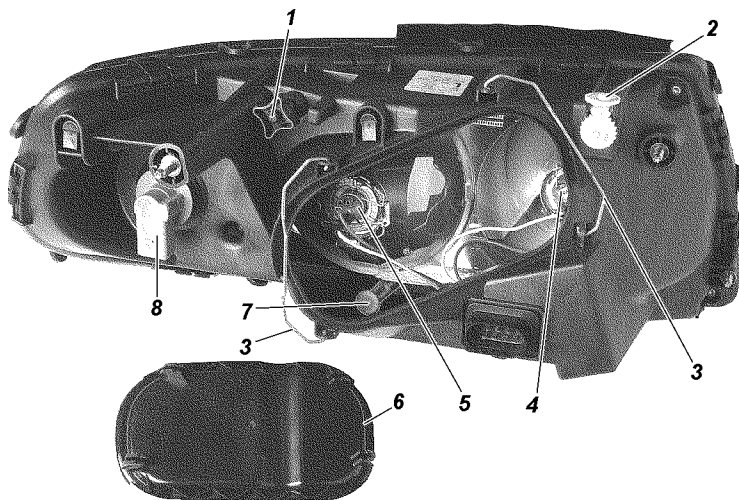

Рис. 9.33. Фара:
3. Включите ближний свет фар и, поочередно закрывая каждую фару, вращением регулировочного винта 1 (рис. 9.33) и регулировочной шестерни 2 добейтесь, чтобы светотеневая граница слева от точек E и E' совпадала с линией 1, а справа - с линиями 2 и 2' для левой и правой фар соответственно. Точки перелома светотеневой границы должны совпадать с точками E и E'.
Замена ламп фар. Для замены лампы указателей поворота снимите колодку с патрона 8 (см. рис. 9.33), поверните